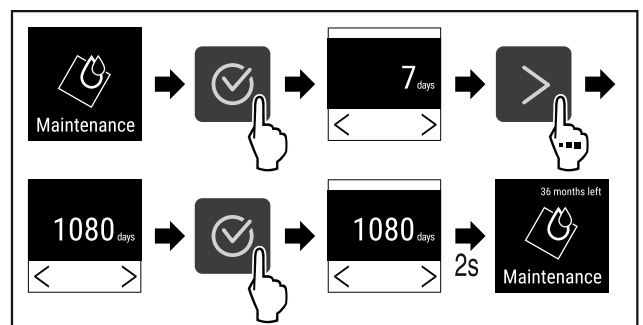

Fig. 79
- Complete steps (see Fig. 79).